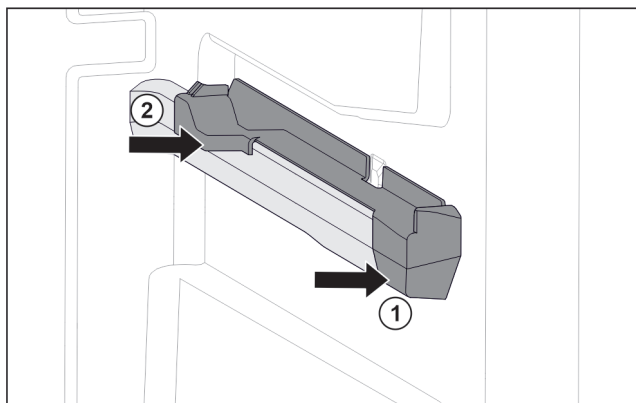

Fig. 47 Вставная часть на правом контейнерном ребре
- ▶ Наденьте вставную часть спереди на контейнерное ребро. Fig. 47 (1)
- ▶ Нажмите на вставную часть сзади. Fig. 47 (2)